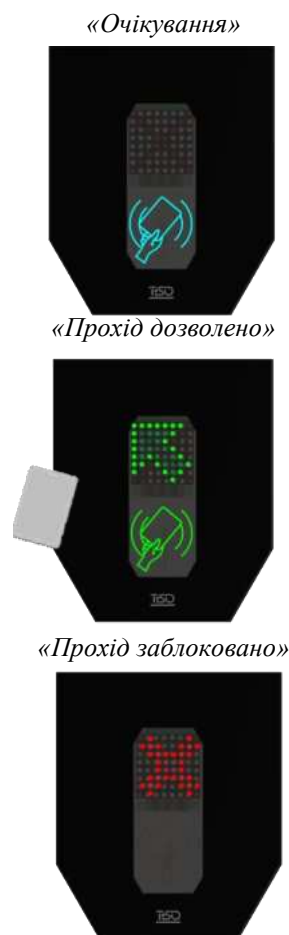

Рис. 8 - Відображення статусу турнікету на індикації
Статус турнікету відображає плата індикації (3), вмонтована в каркас тумби. Синя індикація, що світиться (Рис. 8) означає вихідний стан турнікета. При спробі несанкціонованого проходу червона індикація починає блимати, вмикається звуковий сигнал на пульті керування. При надходженні команди відкритися, індикація змінюється на зелену з боку дозволеного проходу. Якщо спроба несанкціонованого проходу відбувається при відкритих поворотних стулках (10), то стулки закриваються, якщо в зоні повороту стулок немає жодних перешкод.